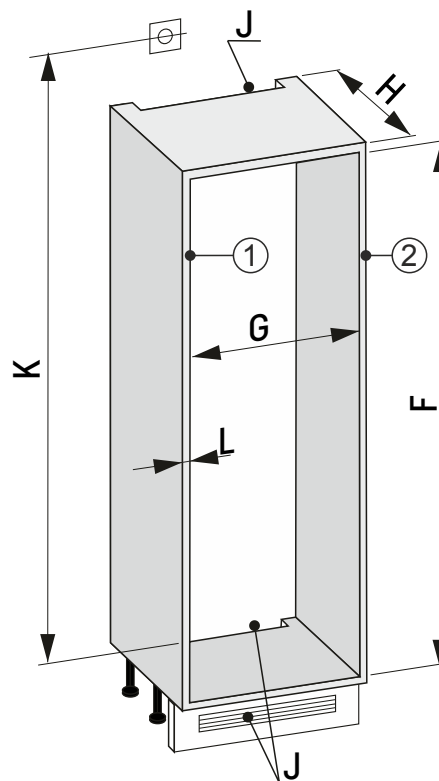

Fig. 91 30"-Nische
- Möbelwandstärke Fig. 91 (L) ausmessen.